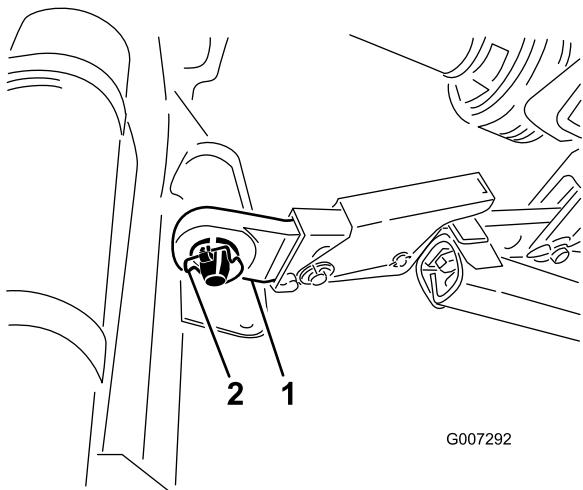

Figura 4
5. Inserte los brazos de acoplamiento inferiores derecho e izquierdo en los pasadores de enganche (Figura 4).
- 6. Sujete los brazos de acoplamiento inferiores a los pasadores de enganche con los pasadores de seguridad (Figura 4).